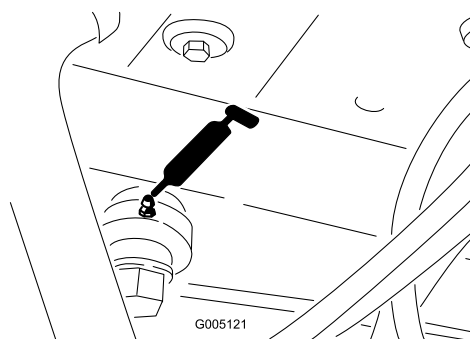

Figure 43
- Vérin de direction assistée (Figure 43)